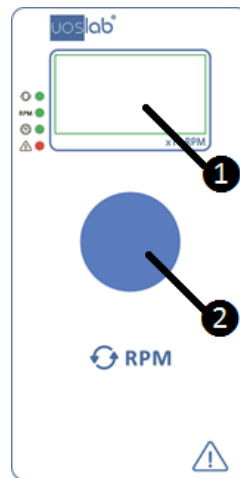

Рис. 1
- 5.1.1. Мішалка оснащена електронним контролером, що містить цифровий дисплей та регулятор з кнопкою (рис. 1):